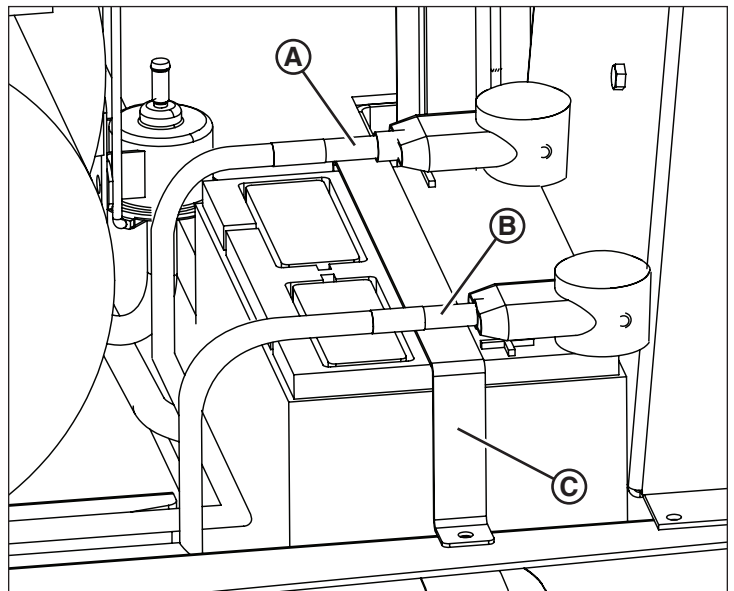

Figure 23
2. Débrancher le câble négatif (-) noir (A, Figure 23) de la borne de batterie négative (-), et placer loin de la batterie.
3. Débrancher le câble positif (+) rouge (B, Figure 23) de la borne de batterie positive (+), et placer loin de la batterie.
4. Desserrer la quincaillerie fixant la batterie (C, Figure 23) et enlever la retenue.